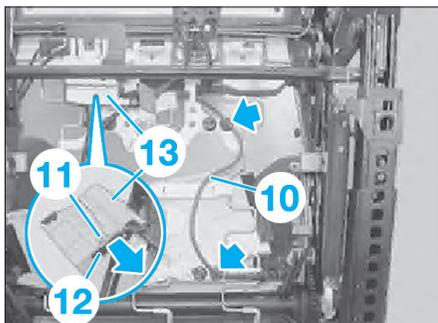

Fig. 17
- Dégrafer le faisceau de câbles de l'airbag (10) des attaches au niveau du mécanisme de réglage du siège (Fig.17).
- Soulever la languette de déverrouillage (11) et débrancher le connecteur (12) du boîtier (13).